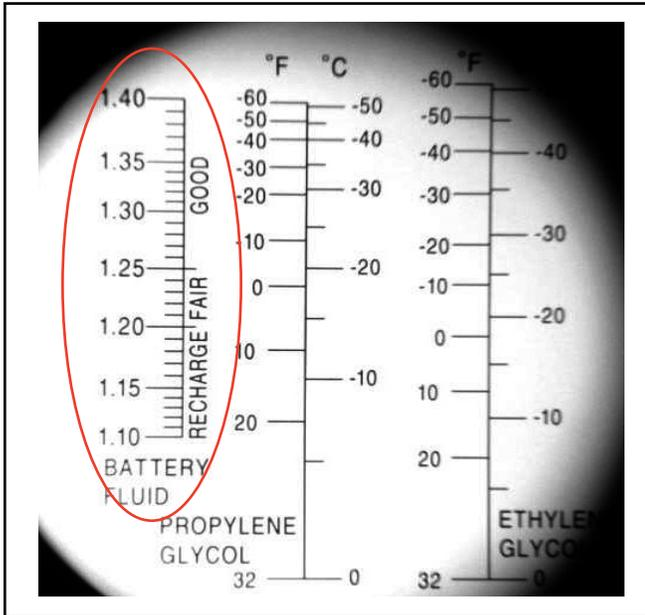

Figure 6 - Lecture du refractomètre
5. Prendre la lecture de la colonne appropriée (**BATTERY FLUID**) et noter la valeur pour chaque cellule. Les valeurs sont exprimées en g/cm^3 . Voir Figure 6.